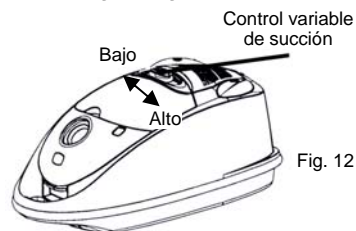

Fig. 12
2. Para volver a la succión poderosa, deslice el control variable de succión hacia la derecha hasta que se detenga. (Fig. 12)